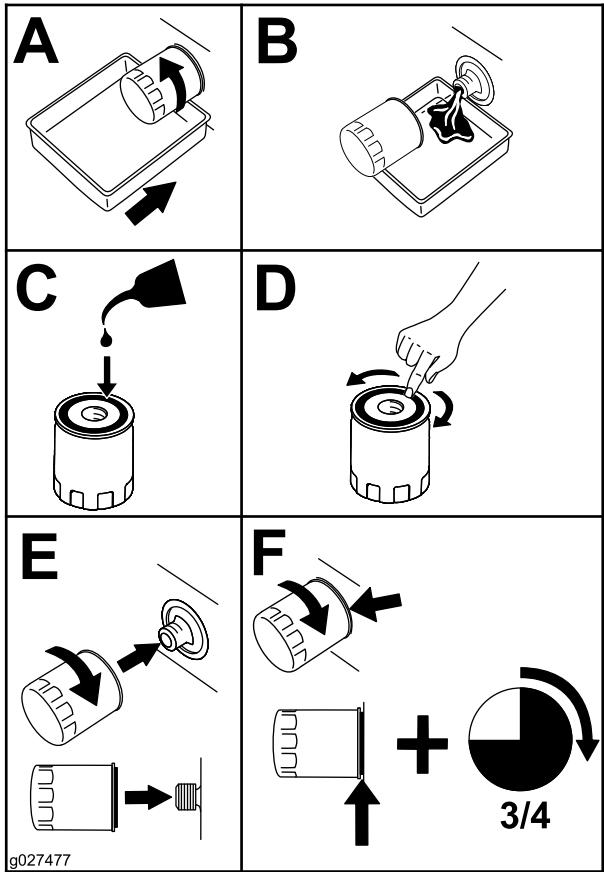

Figura 36
4. Sustituya el filtro de aceite (Figura 36).